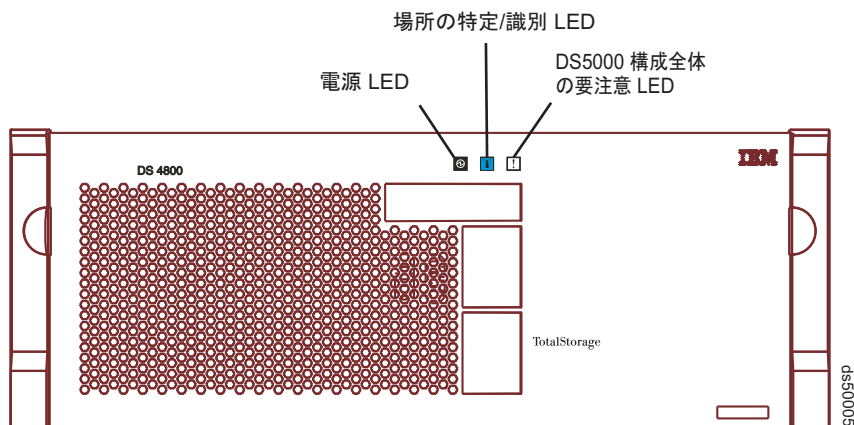

図 136. DS5100 または DS5300 の前面ベゼルにある構成全体の要注意 LED
2. ストレージ・サブシステムの前面ベゼルにある構成全体の要注意 LED を調べて、障害のある SFP モジュールが含まれているストレージ・サブシステムを突き止めます。(248 ページの図 136 に、前面ベゼルにある構成全体の要注意 LED の位置を示します。)
2. ストレージ・サブシステムの前面ベゼルにある構成全体の要注意 LED を調べて、障害のある SFP+ モジュールが入っているストレージ・サブシステムを突き止めます。(248 ページの図 136 に、前面ベゼルにある構成全体の要注意 LED の位置を示します。)